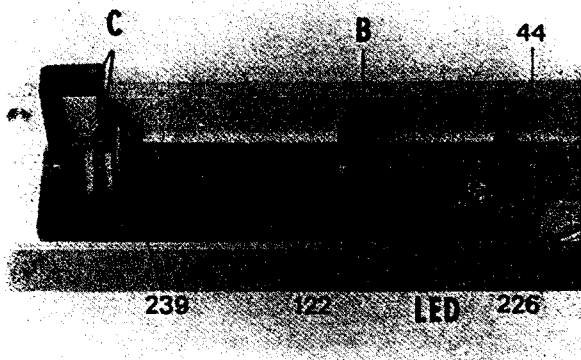

Abb. 5
4.3.3. Lichtemitterdiode, LED (Abb. 5)
Nach der Montage der Frontplatte (siehe auch Abschnitt 4.1.) werden die Startstange (11) in die Aufnahme (B) und die Stopstange (12) in die entsprechenden Schlitze (C) (siehe Abb. 5) gehängt.